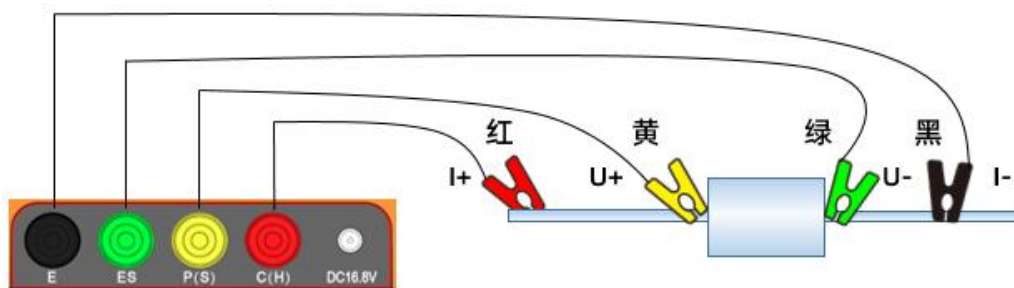

图 12 直流电阻测试接线示意图
- 1) 按照图 12 所示进行接线，直流电阻采用四线制进行测量，E 接口为电流负 (I-)，ES 接口为电压负 (U-)，P(S)为电压正 (U+)，C(H)为电流正 (I+)；